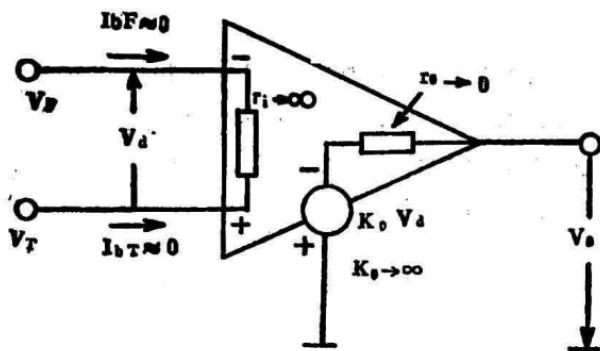

图2 运放简化模型
2. 基本特性：在研究信号源、运放、负载之间可以用图2所示的模型来代表。对信号源来讲，运放相当于一个等效电阻 V_i ，称为输入电阻；对负载来讲，运放可以看作一个由电压源和内阻 V_o （称为输出电阻）串连起来的等效电源。